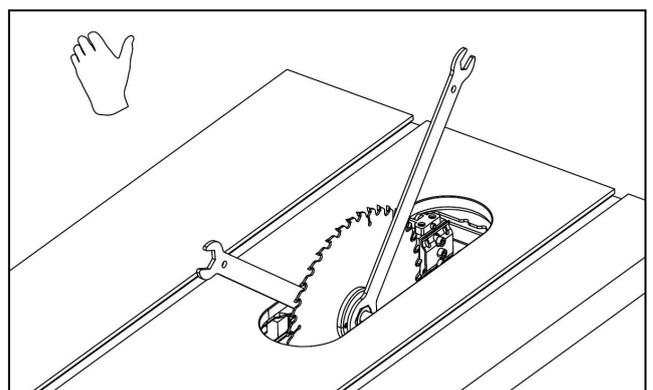

Abb.10
4. Verwenden Sie die mitgelieferten Schraubenschlüssel, um die Spindelmutter festzuziehen (im Uhrzeigersinn drehen, um festzuziehen), siehe **Abb.10**;